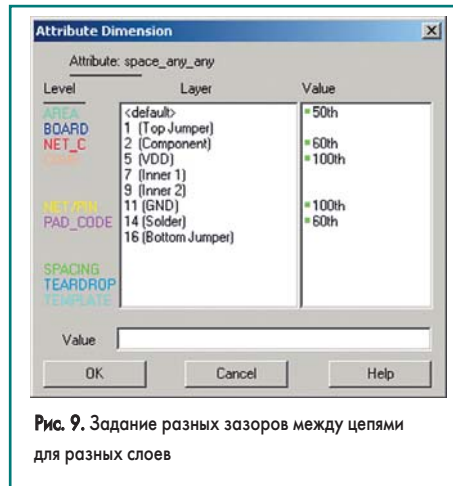

Рис. 9. Задание разных зазоров между цепями для разных слоев
- Аналогичным образом введем значения 100th для слоев VDD и GND, а также 60th для слоя Solder. Содержимое окна Attribute Dimension после этого будет выглядеть, как показано на рис. 9.